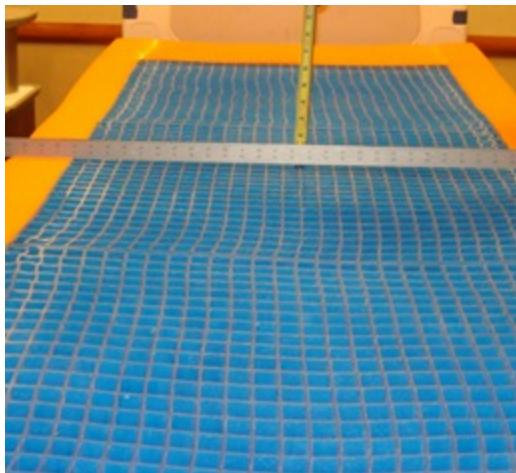

図13-3: 直定規の配置
5. サポートサーフェイスの仙骨部（患者のシート部）に、ゲルを左から右に横切るように直定規（長さ88.9 cm以上）を置きます（13-17ページの図13-3）。